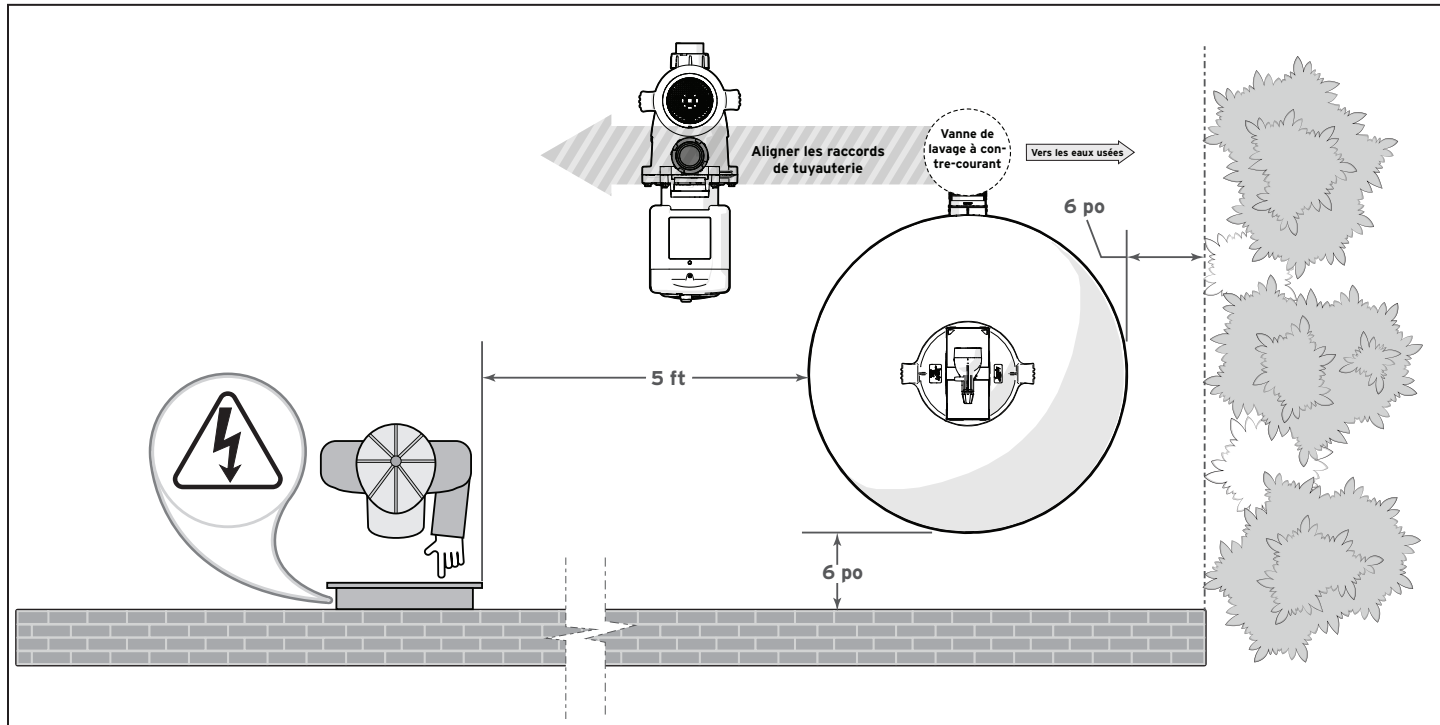

Figure 3. Exigences d'emplacement du filtre
- Placer le filtre sur le socle en béton, aligné avec les tuyaux d'entrée/sortie. Voir la figure 3.